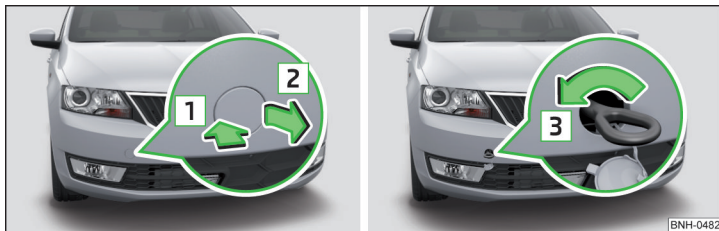

Fig. 174 Scoaterea capacului / montarea cârligului de tractare
- › Pentru **dețasare** apăsați pe capac în sensul săgeții **1** și scoateți-l în sensul săgeții **2** » fig. 174.
- › Pentru **montare**, înșurubați manual cârligul de tractare, în sensul săgeții **3** » fig. 174, până la limită » **I**.